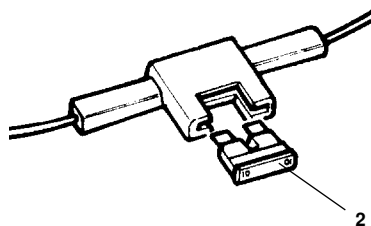

Fig. 51
- El fusible (2 - Fig. 51) está ubicado en el interior del compartimiento de la batería.
- Le fusible (2 - Fig. 51) est situé à l'intérieur du coffre près de la batterie